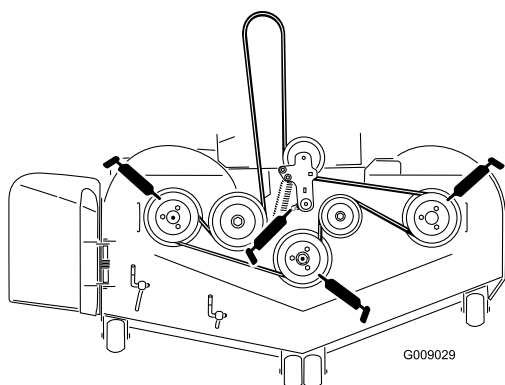

Figure 42
3. Graissez le pivot de la poulie de tension du plateau de coupe jusqu'à ce que la graisse ressorte par le bas (Figure 42).
4. Graissez les graisseurs sur le haut des 3 roulements d'axes jusqu'à ce que la graisse ressorte par le bas (Figure 42).
5. Graissez le bras de la poulie de tension de la courroie d'entraînement (Figure 42).